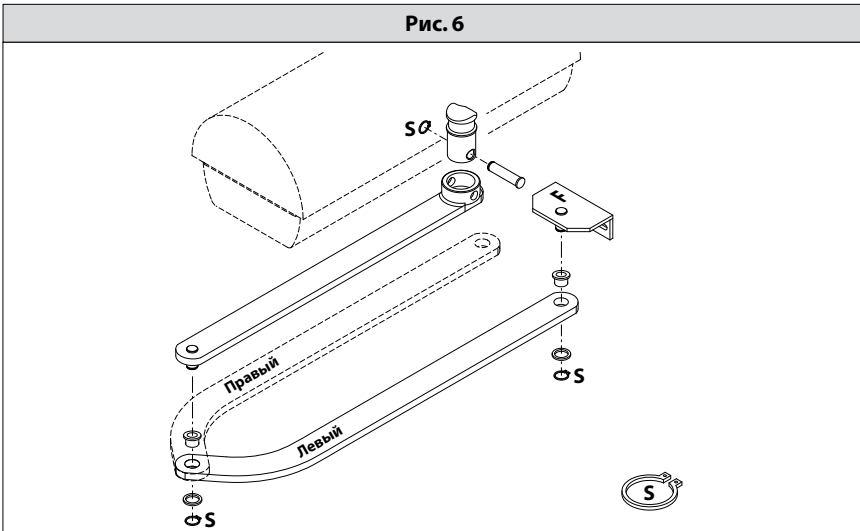

Рис. 7
- Оденьте рычаг на вал моторедуктора и закрепите его (Рис.7).